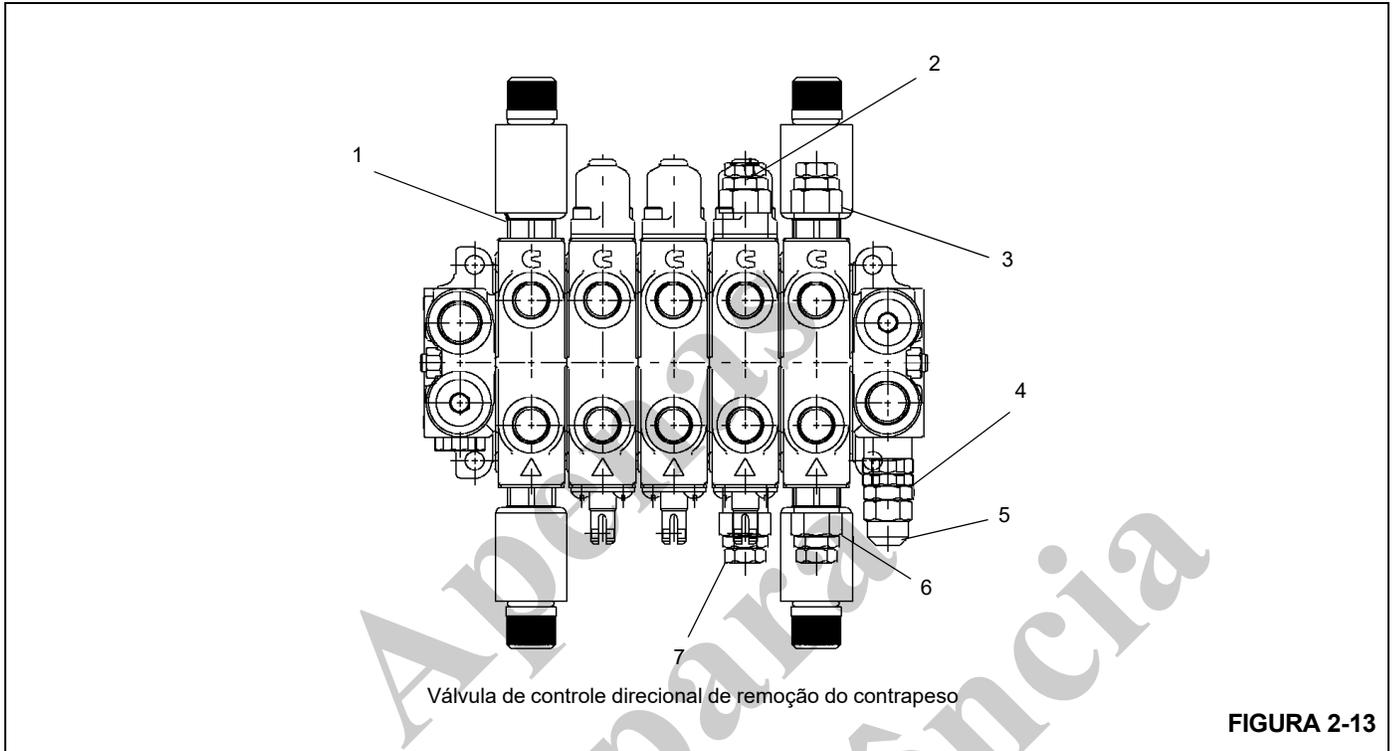

FIGURA 2-13
3. Na cabine, posicione a Chave da extensão oscilante em Ligado e a Chave de elevação/abaixamento do oscilante em ABAIXAR no apoio de braço esquerdo. Ajuste a válvula de alívio do orifício "B" da extensão oscilante para 1450 psi ± 50 (10,0 MPa $\pm 0,4$) (Figura 2-13).